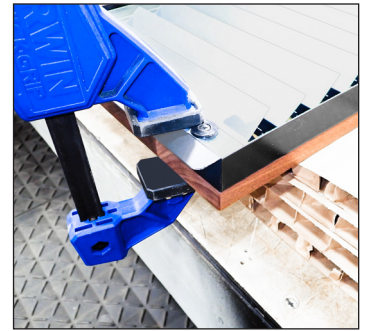

Fig. 2. Centre el revestimiento y la rejilla en las esquinas. El panel es ligeramente más grande que la rejilla.
- Coloque la rejilla boca abajo en el panel protector. A continuación, centre la rejilla y el revestimiento. Véase la fig. 2.
- Sujetar la rejilla y el revestimiento. Véase la fig. 2.